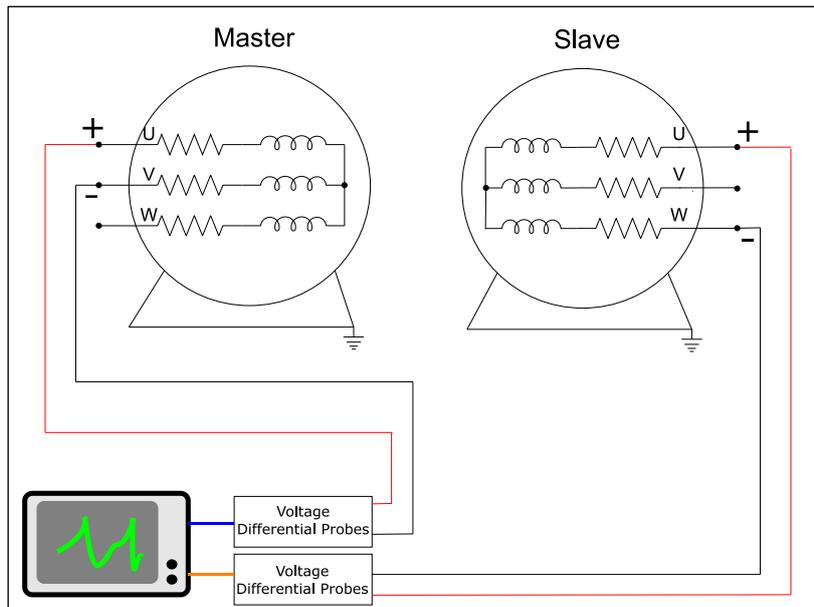
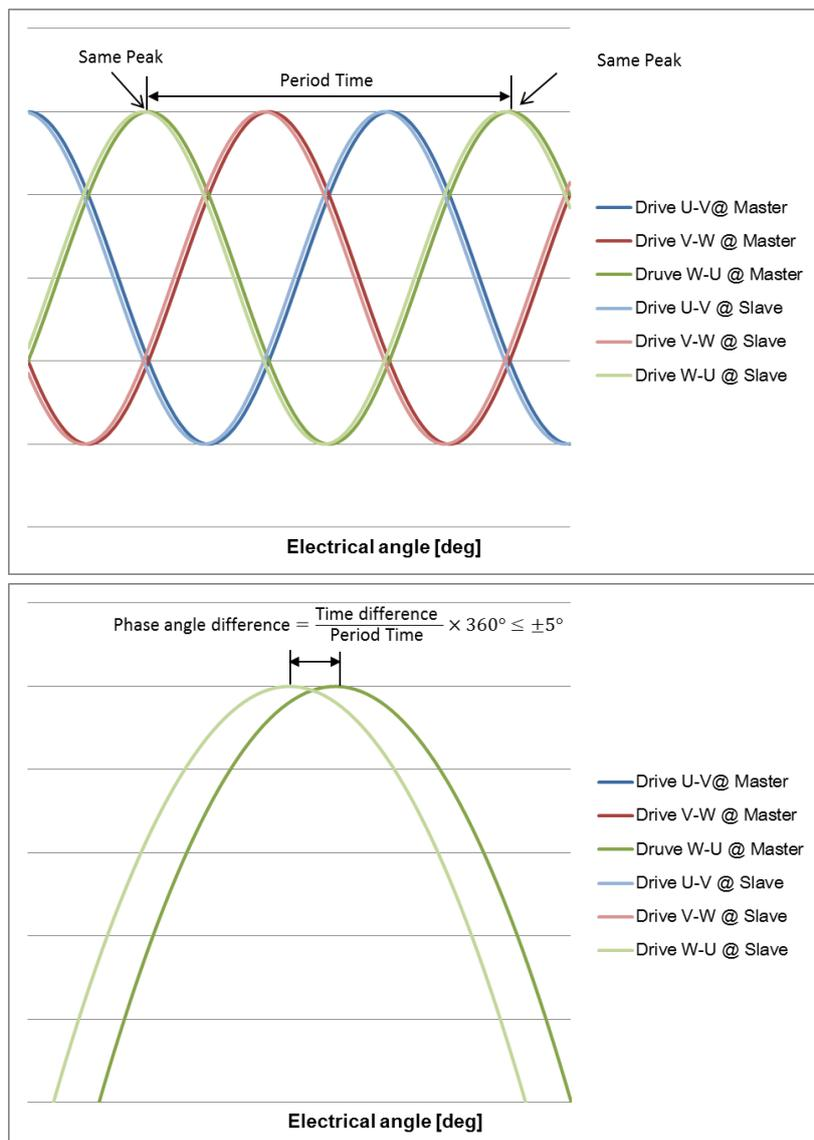

図 5.2.9 並列運転テスト接続図 (例: デザイン 2、シリーズ 3、測定@Drive U-V)
図 5.2.10 はマスターモーターとスレーブモーター間の許容電気角差です。
6. 組み立て後、すぐにモーター電源ケーブルをドライバーに接続しないでください。まず、ユーザーはモーターのマニュアルを理解する必要があります。近いマスターとスレーブのピーク値（等速動作）をスコープで捕捉します。波形が重なっているかどうかを確認します（マスターとスレーブ間の位相角誤差は $\pm 5^\circ$ 以内、他の相も同様）。ユーザーは、確認後にのみモーター電源ケーブルをドライバーに接続し、電力を送信できます。（図 5.2.9、図 5.2.10 参照）